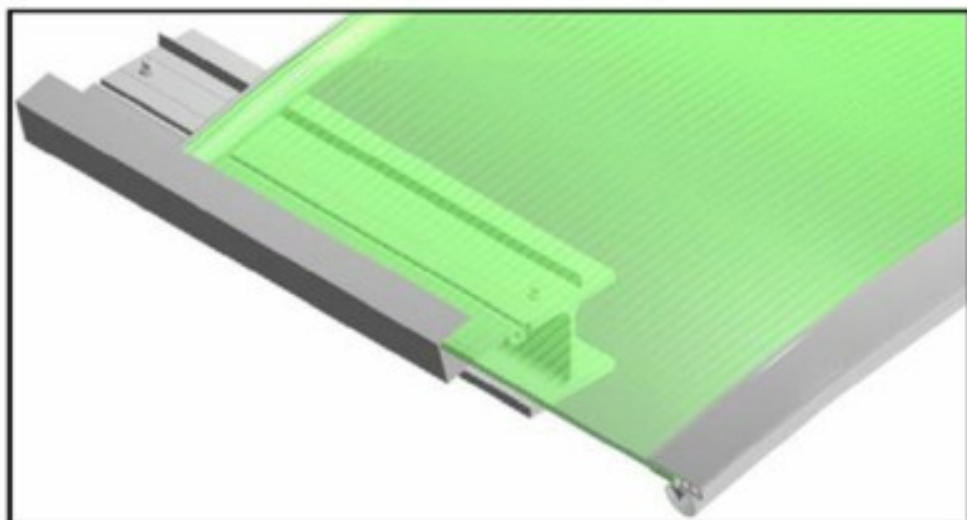
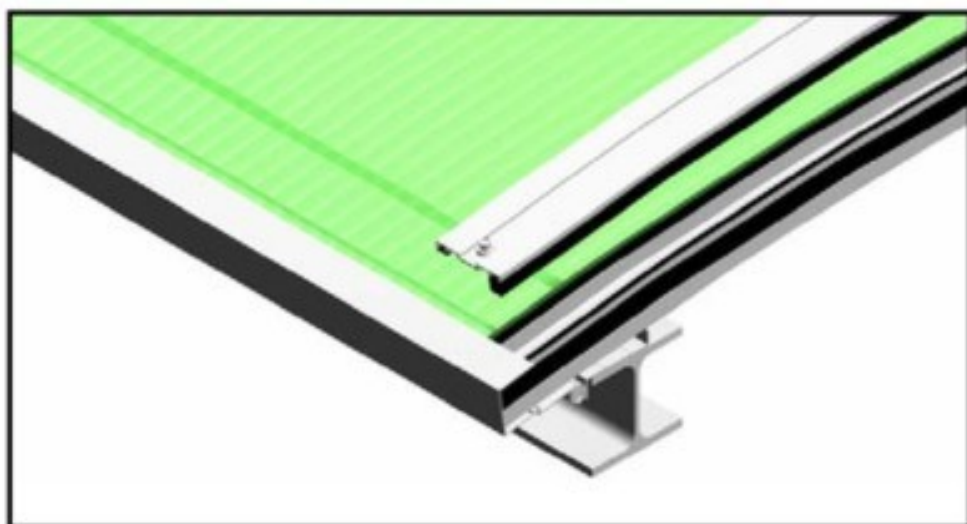

Fig. 14a
Fig. 14c
14) Colocar la placa y los montantes (Figs. 14a y 14b) o en su caso los perfiles M10 ó M11 (Figs. 14c y 14d) dentro del perfil lateral.